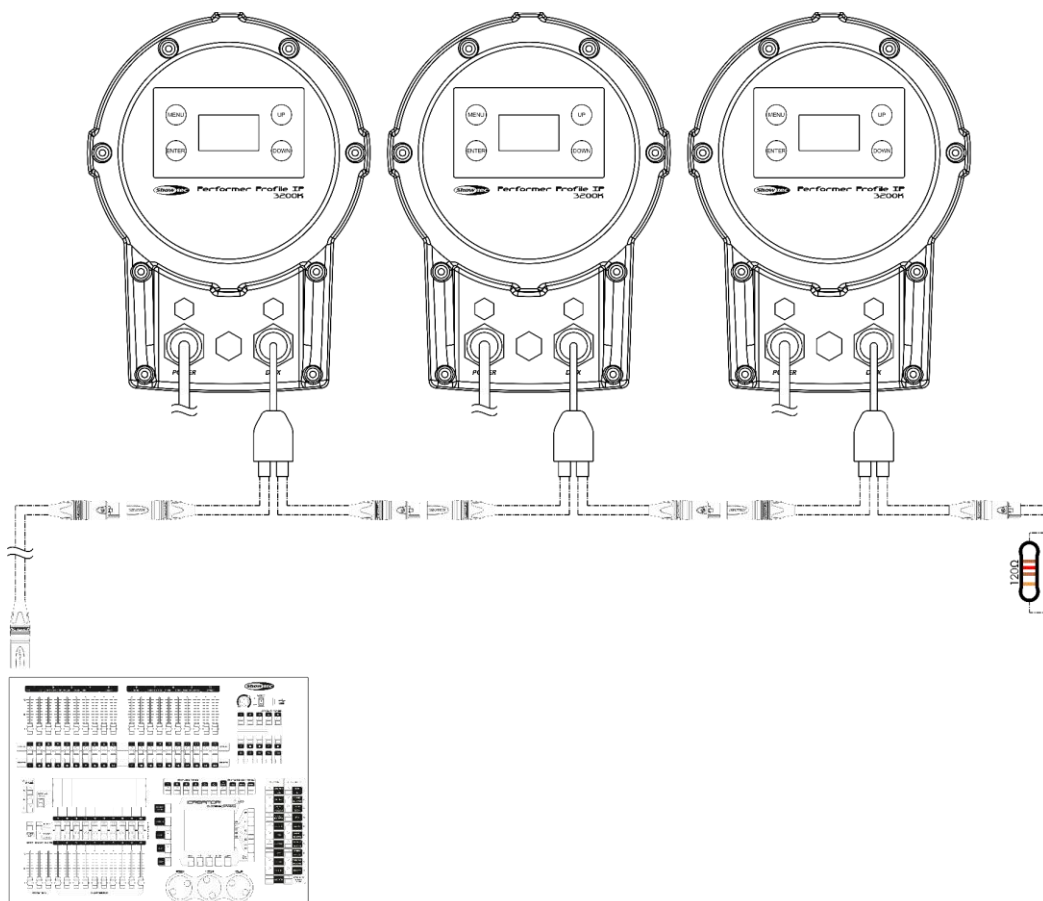

Abb. 11
- 04) Verbinden Sie die Geräte wie in Abb. 11. Schließen Sie einen Lichtcontroller mit einem DMX-Kabel an den Eingang des ersten Geräts. Schließen Sie den Ausgang des ersten Geräts mit einem DMX-Kabel an den Eingang des zweiten Geräts an. Wiederholen Sie diesen Vorgang, um die restlichen Geräte anzuschließen.